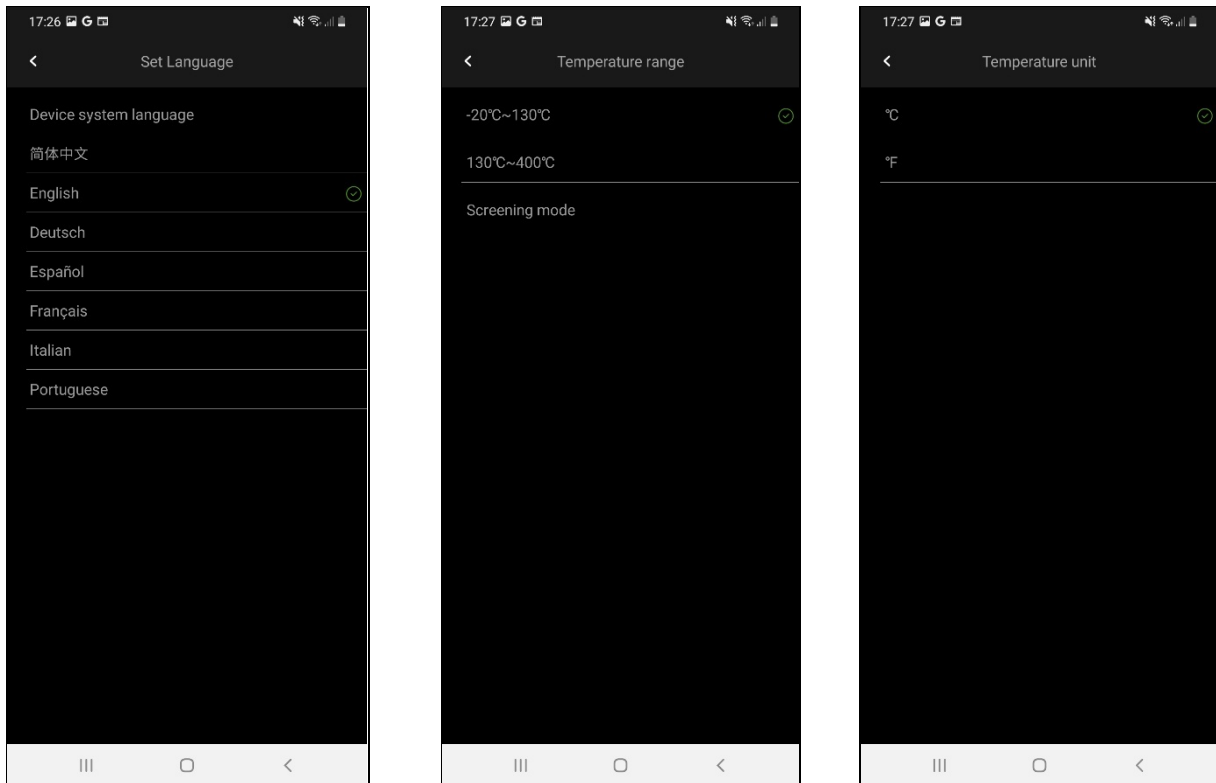

Abb. 5: Visualisierung der Settings-Sektion
- **Set Language** → ermöglicht die Auswahl der Sprache der Anwendung aus den verfügbaren. Die Option "Verfügbare Systemsprache" ermöglicht die automatische Auswahl der Systemsprache des mobilen Endgeräts (siehe Abb. 5 – linke Seite)
- **Temperature Unit** → ermöglicht die Auswahl der Maßeinheit der Temperatur unter den Optionen: °C und °F (siehe Abb. 5 – rechte Seite)